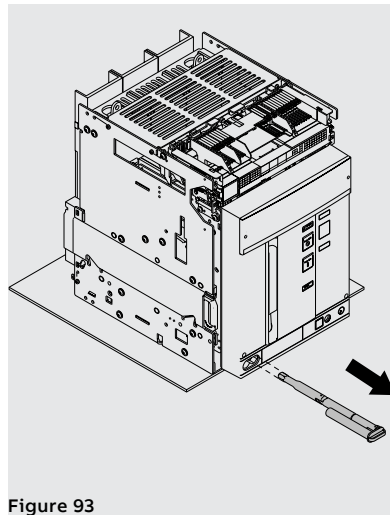

Figure 93
8. Extraire la manivelle de sectionnement de son logement. Voir Figure 93.